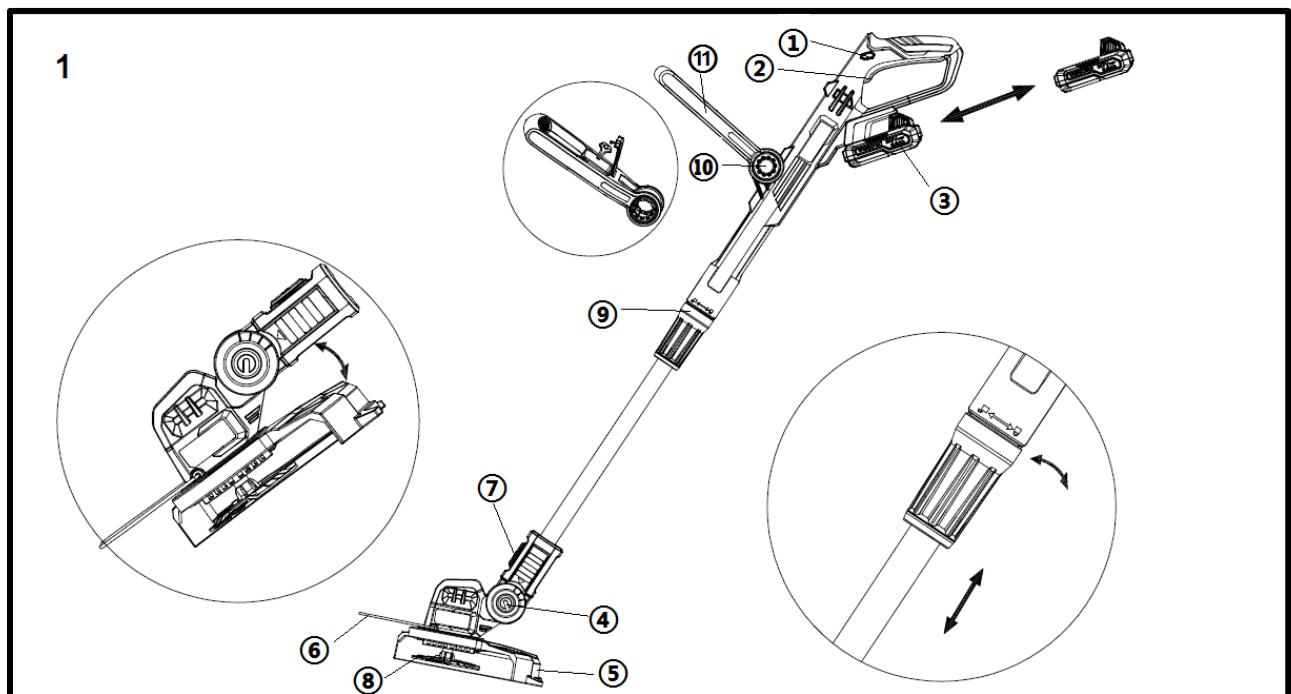

Figura 1: Desbrozadora
Ajuste la desbrozadora a su altura. Para ello, afloje el collarín roscado de la articulación del eje (figura 1, pos. 9). Extraiga el eje inferior hasta alcanzar la longitud ideal. A continuación, apriete el collarín roscado.
Ajuste el asa a su altura. Para ello, pulse los botones situados a ambos lados de la empuñadura y manténgalos pulsados (figura 1, punto 10). Ajuste la empuñadura a la posición deseada. Suelte el botón cuando haya alcanzado la posición deseada.
El cabezal de la desbrozadora puede ajustarse en tres ángulos. Esto facilita el acceso a los lugares problemáticos y de difícil acceso del jardín. El cabezal de corte debe estar siempre paralelo al suelo. Pulse el botón de bloqueo para ajustar el ángulo de corte deseado (figura 1, punto 4).
Introduzca la batería en la guía. A continuación, presione el dispositivo de seguridad (figura 1, punto 1) situado en el lateral y, seguidamente, accione el interruptor de encendido/apagado (figura 1, punto 2), poniendo en marcha el aparato. Si se suelta el interruptor de encendido/apagado, el aparato deja de funcionar. Atención: Despues de soltar el interruptor de encendido/apagado, el disco girará ligeramente durante unos segundos más. Para una parada inmediata, presione el disco sobre la superficie del césped.